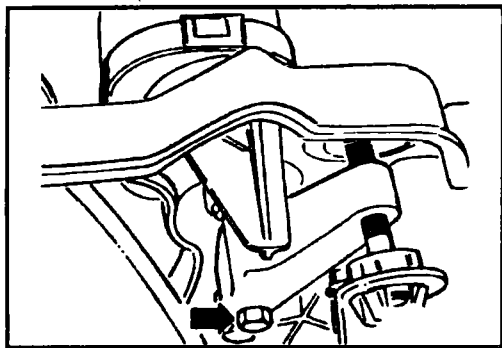

Рис. 11.33 Винт крепления оси сервомотора
- ◆ Выверните винт регулировки угла наклона фары по высоте (см. рис. 11.33).